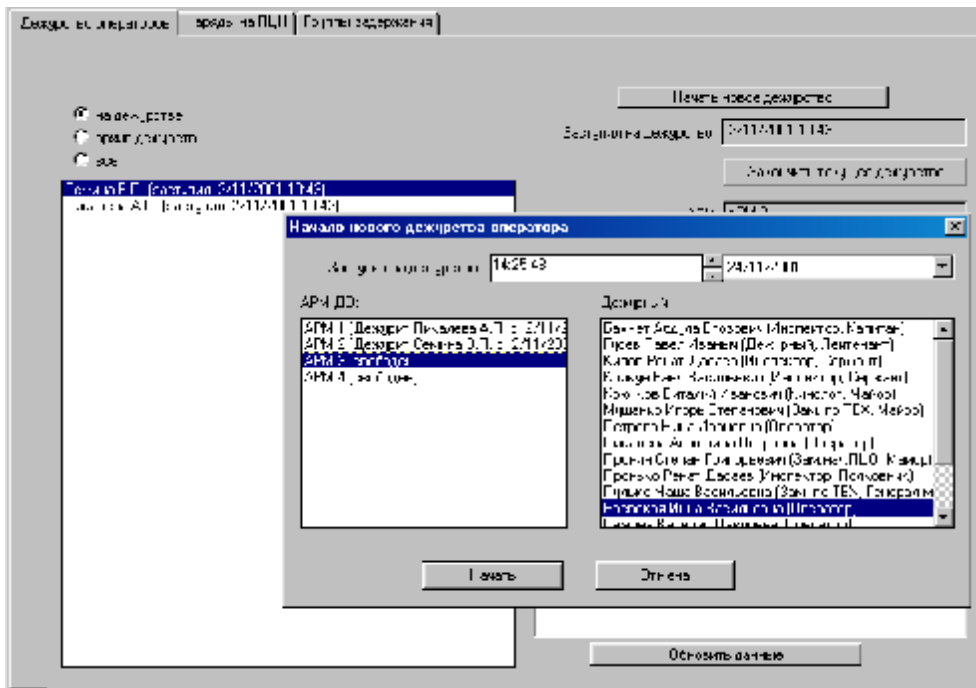

Рисунок 13
4.1.10 Войти в пункт меню «Дежурства и смены». Выбрать закладку «Дежурство операторов» и нажать кнопку «Начать новое дежурство». Выбрать из списка сотрудника ПЦН, заступающего на дежурство АРМ ДО, и соответствующий номер АРМ, рисунок 13.